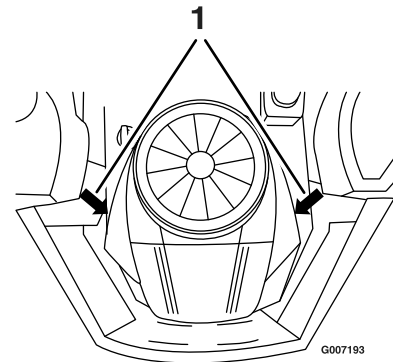

Bild 35
2. Ziehen Sie den Zündkerzenstecker ab (Bild 35). Reinigen Sie den Bereich um die Zündkerze, um zu verhindern, dass Schmutz in den Motor fallen und Schäden verursachen kann.
3. Drücken Sie den Stecker auf die Zündkerze (Bild 35).